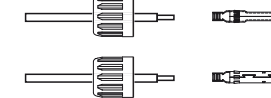

Figura 5.14 Insira o fio na porca da tampa do conector e pino de contato
2. Insira o fio na porca da capa do conector e no pino de contato. (Consulte a Figura 5.14)